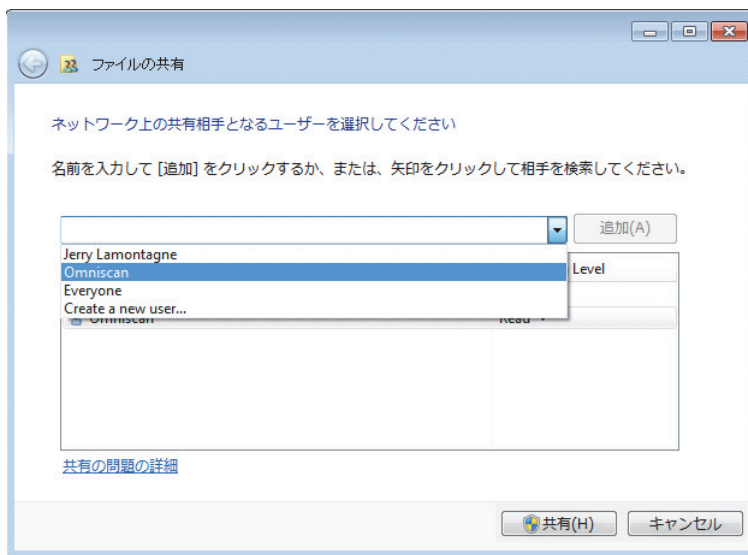

図 7-28 ファイルの共有ダイアログボックス (Windows 7)
5. **ファイル共有** ダイアログボックスで (239 ページの図 7-28 参照)、**Omniscan** を選択してから**追加**をクリックします。